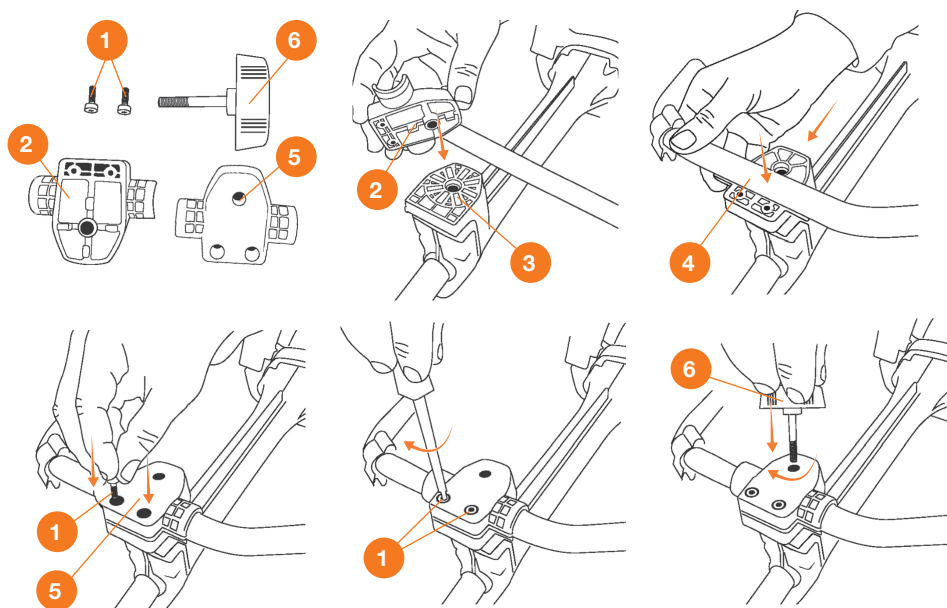

Рис. 4
- Вставьте винт **6** и зафиксируйте на штанге (Рис. 4).